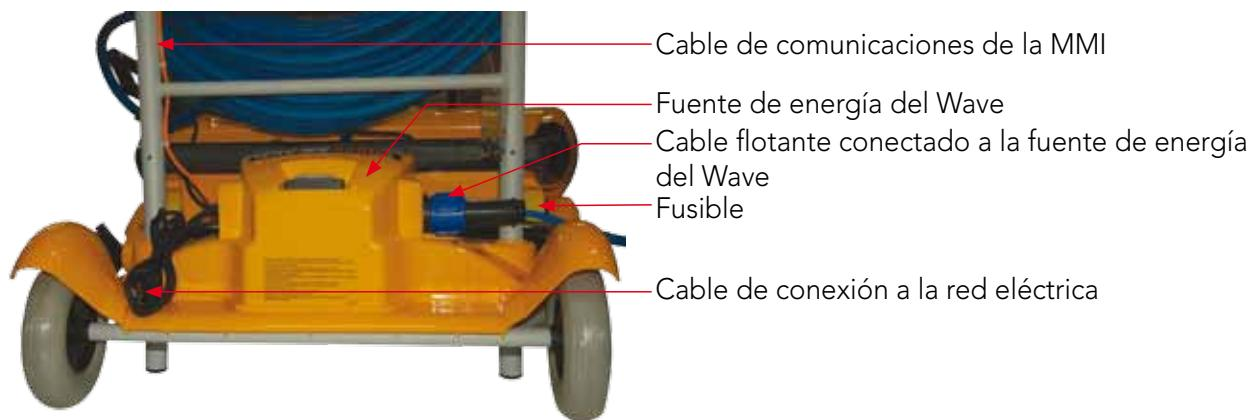

Figura 1: El Dolphin Wave
Refiérase a la Figura 1
2. Coloque el robot Dolphin Wave en el Caddy frente al suministro de energía tal como lo ilustra la Figura 1.